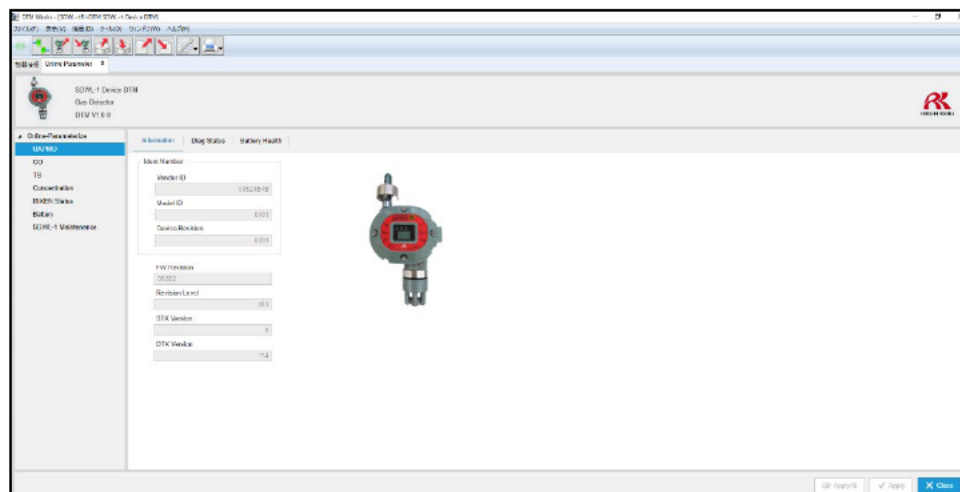

図 5-14 DTM Works (通常画面)
- ⑨ DTM Worksの起動が完了すると、下図 5-14の画面が表示され自動でパラメータ読み込みが開始されます。以後、パラメータの確認や設定等が行えるようになります。